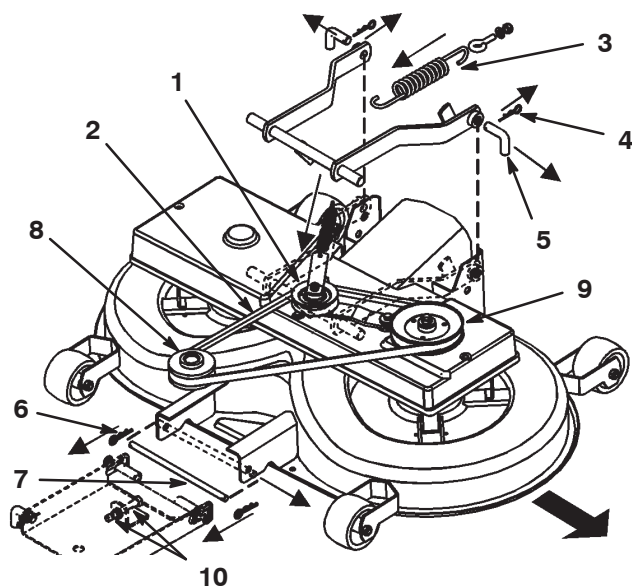

Figure 39
8. Tirez l'ensemble bras de tension vers l'intérieur et ôtez la courroie trapézoïdale de la poulie (Fig. 39).
9. Décrochez le ressort du levier d'engagement (Fig. 39).
11. Retirez les goupilles fendues des 2 goupilles arrière et déposez ces dernières (Fig. 39).
12. Retirez la goupille fendue de la goupille avant et déposez cette dernière (Fig. 39).
13. Enlevez la courroie trapézoïdale de la poulie du moteur (Fig. 39).
2. Enlevez l'ensemble poulie à courroie trapézoïdale et bras de tension (Fig. 39).
7. Placez la goupille inférieure de la suspension de réglage avant dans la position inférieure des fentes, en réglant les 2 écrous (M12) sur la suspension avant (Fig. 39).